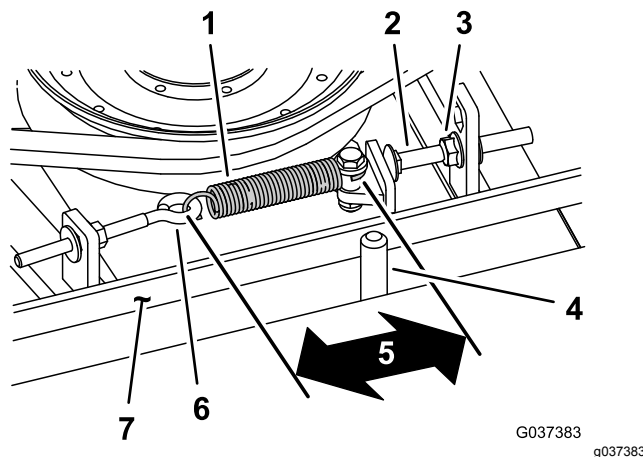

Figura 102
Cuando está correctamente tensado, la longitud en el interior del muelle de extensión (entre ganchos) debe ser de 8,3 cm a 9,5 cm aproximadamente. Una vez que haya obtenido la tensión correcta del muelle, ajuste el perno de tope (perno de cuello cuadrado) hasta que quede aproximadamente 2–5 mm de holgura entre la cabeza del perno y el brazo tensor (Figura 102).
Nota: Asegúrese de que la correa está colocada en el lado del muelle de la guía de la correa (Figura 102).
2. Afloje el perno de ojal (Figura 102).
3. Afloje la tuerca con arandela prensada que fija el perno de tope a la pestaña de montaje, y aparte la polea tensora de la correa (Figura 102).
9. Conecte el muelle de extensión (Figura 102) al perno de ojal y tense la correa de la siguiente manera: